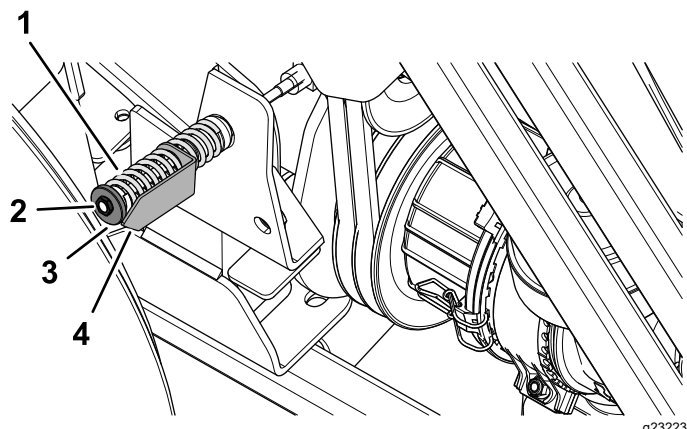

Figure 89
5. Au besoin, tournez l'écrou du tendeur de la poulie de tension jusqu'à ce que la flèche d'indication de tension soit alignée sur la surface extérieure de la rondelle (Figure 89).
8. Desserrez l'écrou du tendeur de la poulie de tension ; voir Figure 89 sous Contrôle de la tension de la courroie de PDF (page 70).